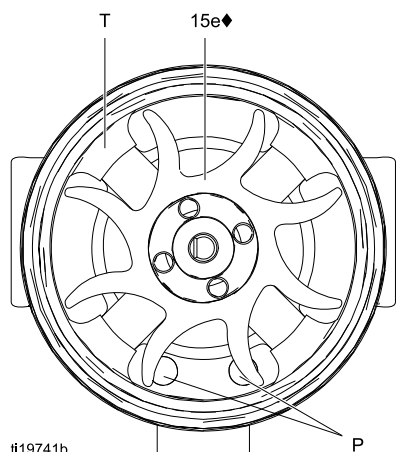
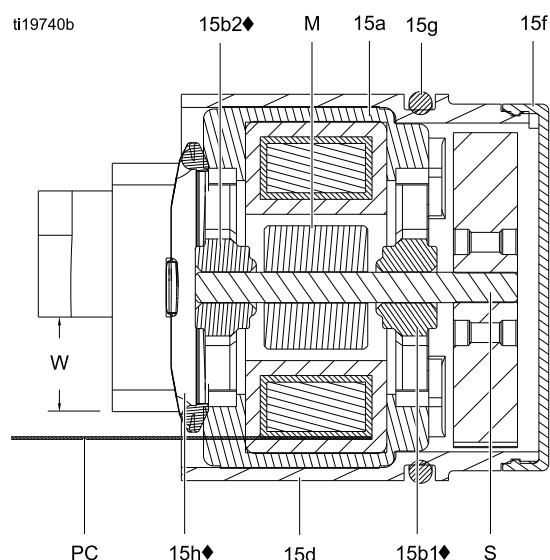

Figure 34 Ventilatorens retning
Figure 35 Generatortværsnit
- Hold spolesamlingen (15a) fast i en høvlebænk, så ventilatoren vender opad. Tryk ventilatoren (15e♦) over på akslens (S) lange ende. Ventilatorbladene skal vende som vist.
- Tryk forsigtigt spolesamlingen (15a) ind i husets (15d♦) forende. Konnektoren med 3 ledere (PC) skal placeres under det bredeste hak (W) i husets tapper som vist i fig. 35. Sørg for, at spolens passstifter (P) er placeret som vist i fig. 34.
- Drej ventilatoren (15e), så dens blade ikke rammer de fire lejetapper (T) bag på huset. Sørg for, at bladene på bundlejet (15b1♦) passer med tapperne.